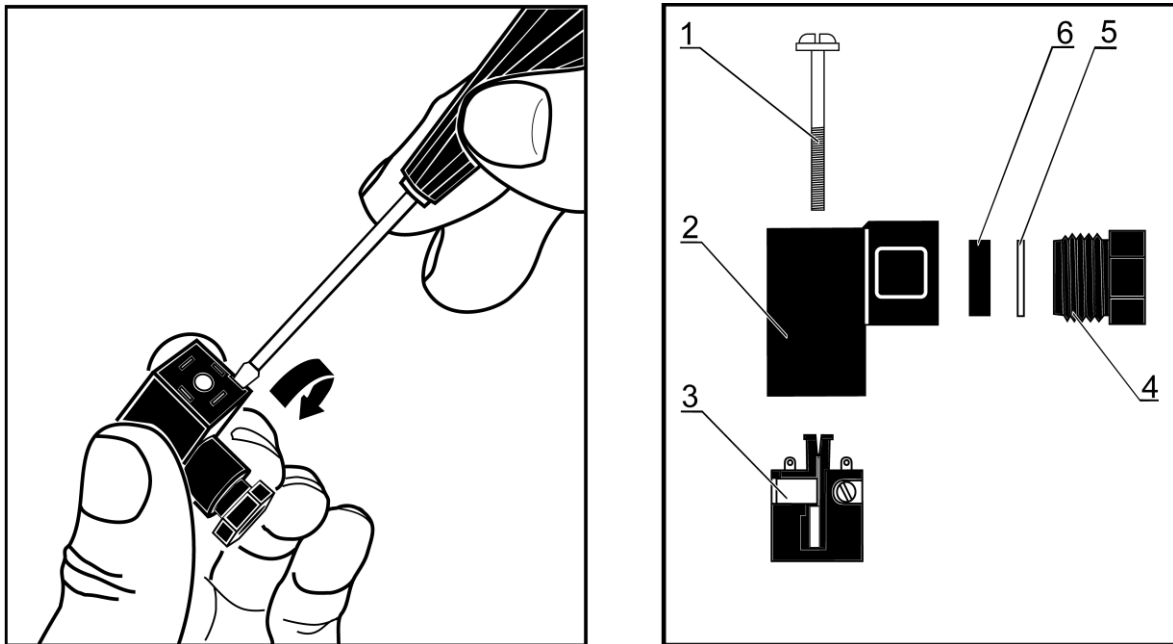

Рисунок 1.
- ослабить кабельный ввод 4 углового соединителя 2 (рис.1) и ввести через него кабель в корпус углового соединителя;